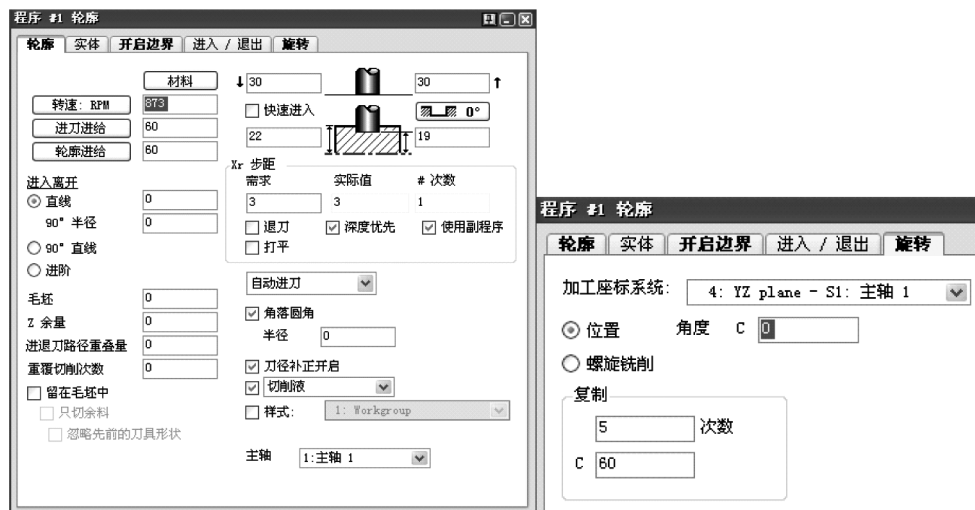

图 6-32 轮廓铣削操作
2) 应用#4 刀具进行轮廓铣削操作, 如图 6-32 所示。